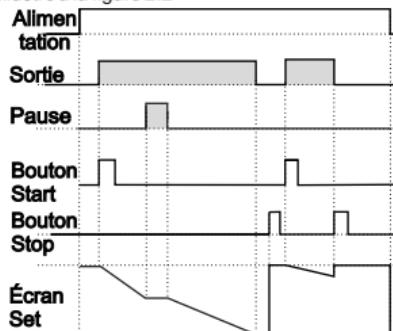

Figure 2.1
2.1.1 Si le décomptage est  $\text{dEct} = 1$  et que  $\text{outF}$  est  $\text{o-n}$ , le schéma de commande sera celui illustré à la figure 2.1